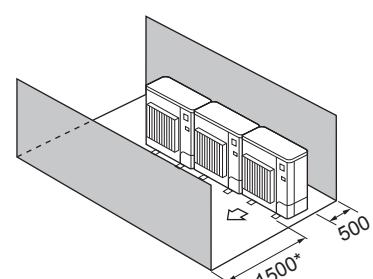

Fig. 2-16
④ Εμπόδια στην μπροστινή και την πίσω πλευρά μόνο (Fig. 2-16)